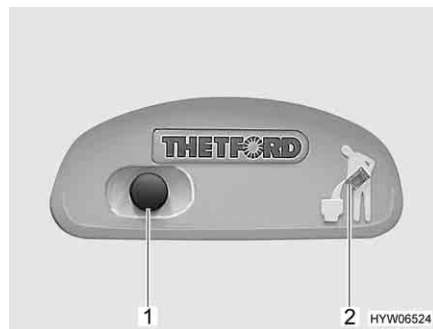
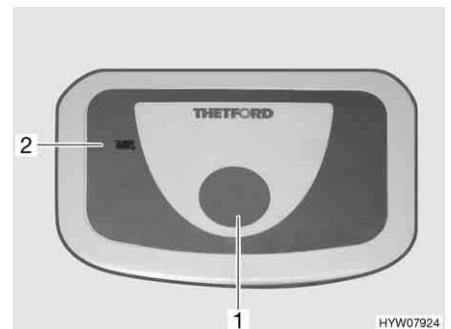

Bild 245 Spülknopf/Kontroll-Leuchte Thetford-Toilette
Bild 246 Spülknopf/Kontroll-Leuchte Thetford-Toilette (Alternative)
- Zum Spülen den blauen Spülknopf (Bild 245,1 bzw. Bild 246,1) drücken.
Die Kontroll-Leuchte (Bild 245,2 bzw. Bild 246,2) leuchtet, wenn der Fäkalientank entleert werden muss.